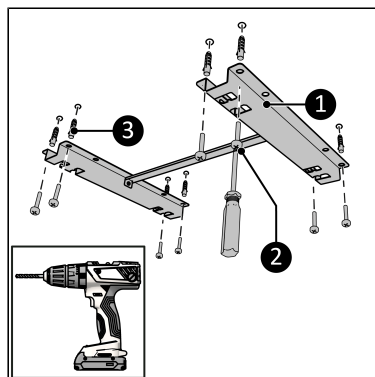

Abbildung 66.
4. Platzieren Sie die Halterung an der Decke und markieren Sie die acht Löcher (Abbildung 66).
6. Platzieren Sie die Wanddübel (Abbildung 66, pos. 3).
7. Schrauben Sie die Halterung (Abbildung 66, pos. 1) zur Decke
mit acht großen Schraube mit einem Kreuzschlitzschraubendreher (Abbildung 66, pos. 2).